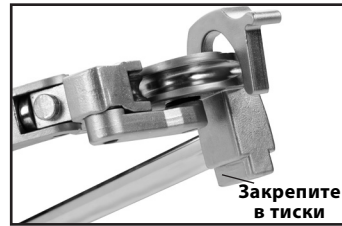

Рис. 2 – Точка крепления тисков
1. Захватите трубогиб за рукоять формы или закрепите трубогиб в тисках (рис. 2).